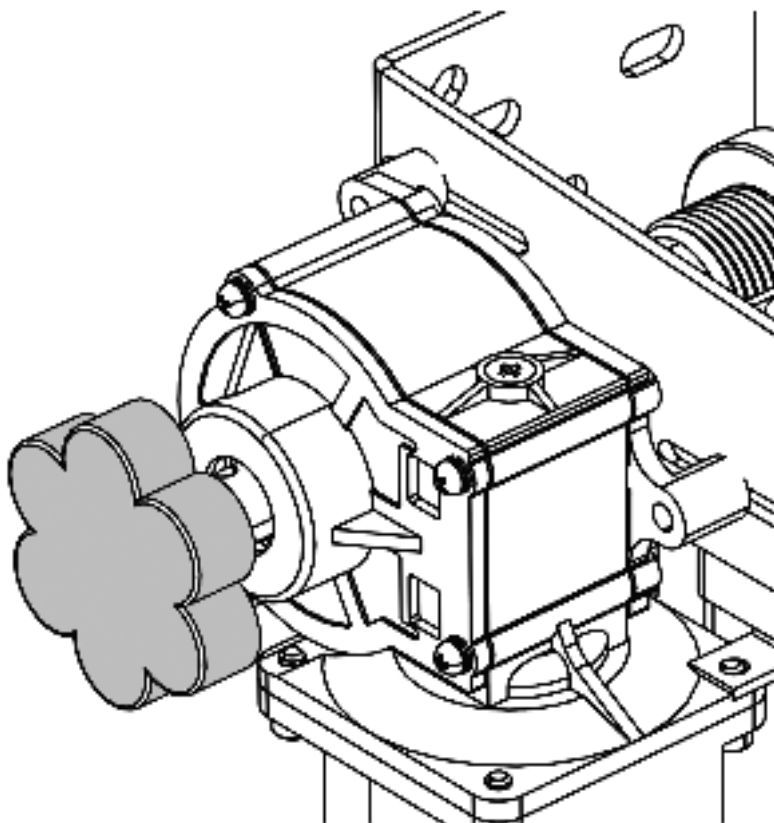

Рисунок 2
- Для того чтобы поднять или опустить ворота в случае отсутствия электроэнергии необходимо нажать и повернуть рукоятку расцепителя (см. рисунок 2) по часовой стрелке до упора, после чего ворота можно поднять или опустить вручную.